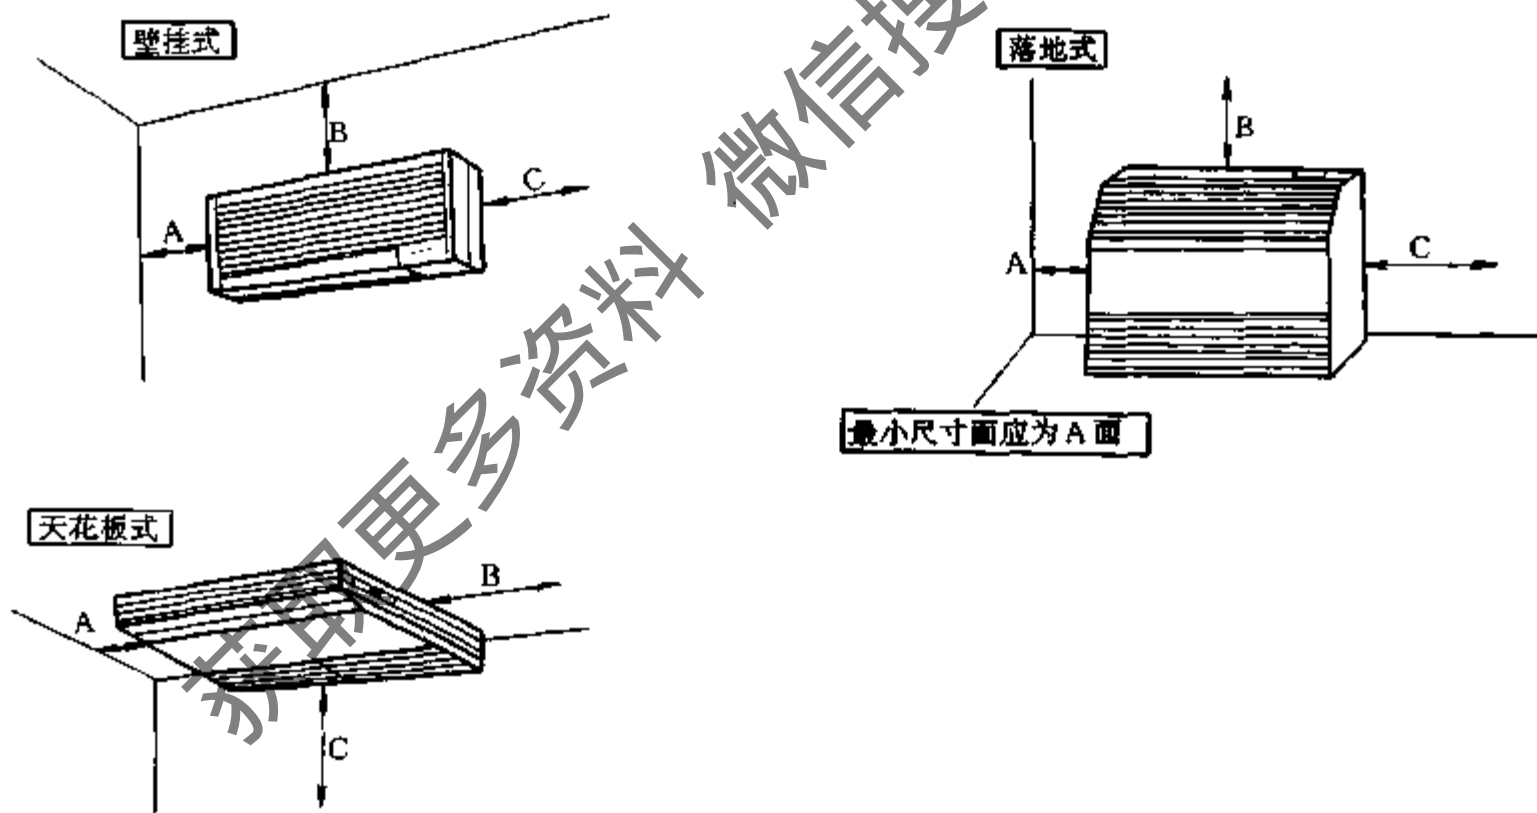

图 7-9 安装室内机预留空间示意
(1) 应仔细检查墙壁和顶棚的强度再进行安装。由于室内与室外加有装饰,使用了各种各样的材料,而且其结构也并非相同。将安装用零件(板状件和角钢状的部件)固定在这些墙面和顶棚时,需要有充分固定强度的螺钉、销子以及地脚螺栓(地脚螺栓有混凝土用和砖块用两种)等。螺钉、螺栓、销子、地脚螺栓等,规定使用市场销售件。应根据墙壁和顶棚的材质、强度决定打入场所,计算打入数等,以可靠地进行安装。
(2) 应确认冷凝水的排水方向,水平安装室内机组。排水软管、管道和连接用电缆线的抽出方向,能在“安装说明书”(包装于商品之中的)所记载的范围进行选择,但是应认真定好其方向后再进行下一步。
(3) 应考虑分体式空调器的空气循环和安装后的维修方便。在空调器的风吹出口侧及吸入口侧不要放置会妨碍空气循环的障碍物。主体的左侧面和右侧面以及上面和墙面间的间隙,应确保预留出“安装说明书”所记载的尺寸,以便能顺利地进行空调器的清扫和检修。室内机组安装预留空间如图 7-9。